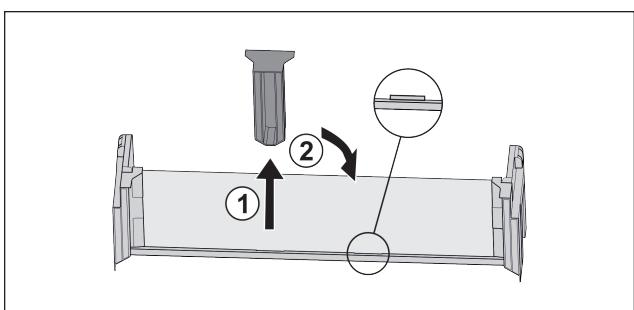

Fig. 20
- Stiahnite stredný prídržný diel Fig. 20 (1).
- Nasadťte stredný prídržný diel do druhej pozície Fig. 20 (2).